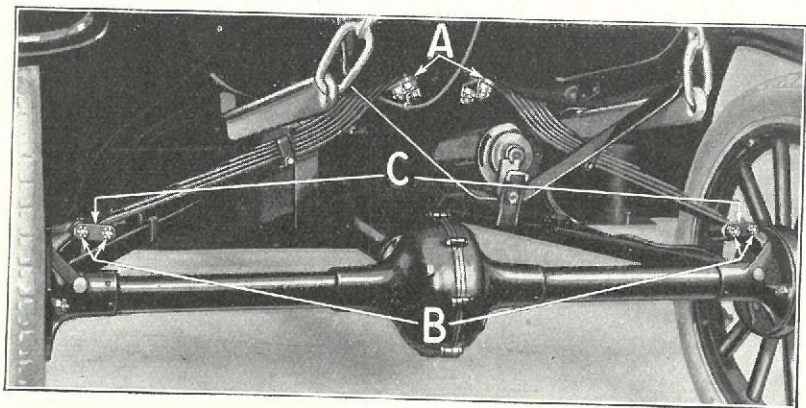

Fig. 364
- 624** Løft Bagenden af Vognen ved Hjælp af Løftekrog og Talje (Fig. 364).
- 657** Løft Bagvognen med Løftekrog og Talje (Fig. 364).
- 658** Skru de 4 Møtrikker af Bagfjeder-Taskeboltene og aftag Spændestykkerne »A« (Fig. 364).